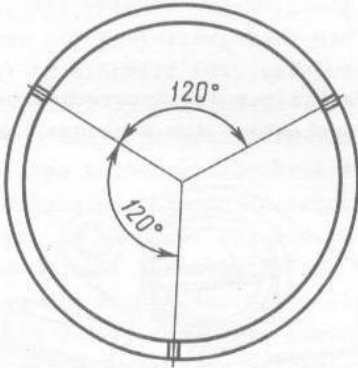

Bild 2-34. Gegenseitige Lage der Kolbenringschlösser vor Einsetzen des Kolbens in Zylinderlaufbuchse
1. Vor Einbringen des Kolbens im Satz mit Kolbenringen und Pleueln in die Laufbuchse die Kolbenringe, den Kolbenmantel und den Kolbenbolzen mit Motorenöl ölen. Die Kolbenringe so einlegen, daß ihre Schlösser im Winkel 120° zueinander liegen (Bild 2-34). Vor Einbringen des Kolbens mit den Kolbenringen in die Laufbuchse die Kolbenringe mit einem speziellen Spanner zusammendrücken.